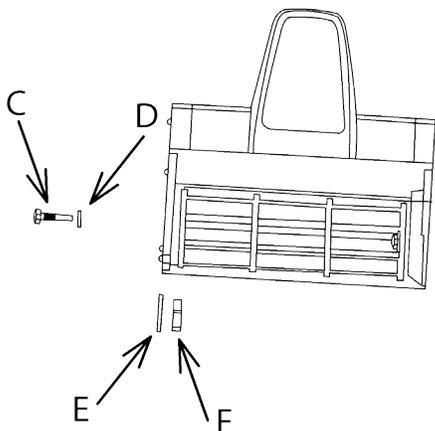

Figure 9
- Utiliser une clé plate pour desserrer l'écrou situé entre le corps et le rotor (sens anti-horaire). Le maintenir et tourner le boulon extérieur dans le sens anti-horaire. Ôter l'écrou, le boulon et les rondelles (figure 9).